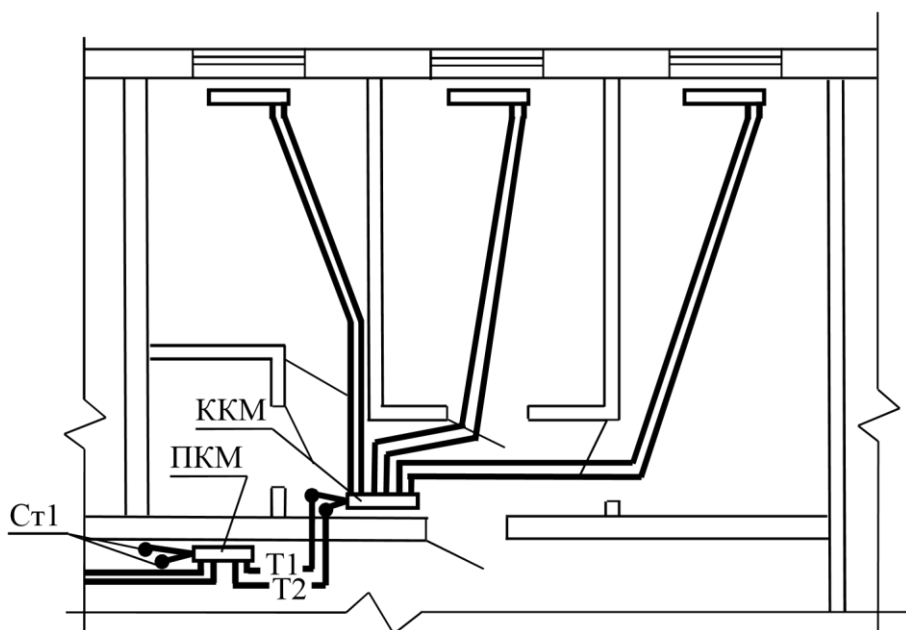

Рис. 4.10. Двухтрубная лучевая квартирная разводка с произвольной трассировкой трубопроводов
- двухтрубные лучевые с индивидуальным подсоединением каждого отопительного прибора к квартирному коллекторному модулю (ККМ) (рис. 4.10 и 4.11).
Горизонтальные трубопроводы в квартире могут прокладываться по кратчайшему расстоянию (произвольная трассировка (рис. 4.10)). В этом